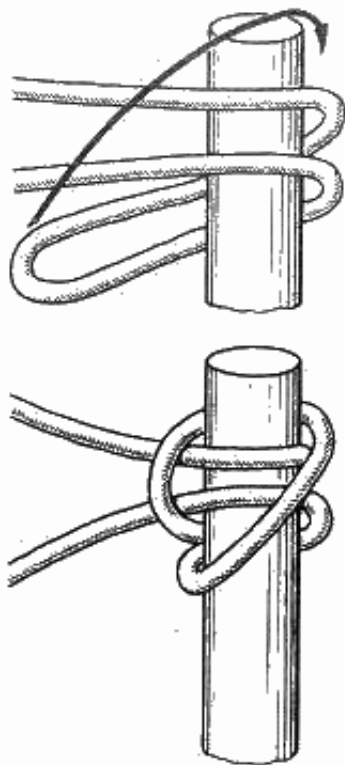

Рис. 63. Паловый узел
**Паловый узел** (рис. 63). Этот нехитрый узел очень удобен для закрепления фалиня шлюпки или катера за пал, битенг или одинарный кнехт. Чтобы правильно завязать его, ходовой конец фалиня нужно сложить вдвое, обнести пал сбоку, пропустить петлю под оба конца и накинут сверху на пал.